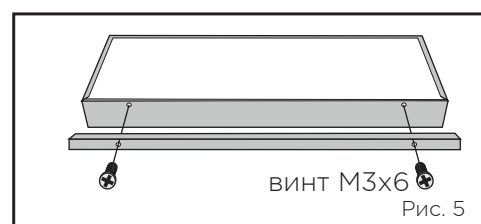

Рис. 5
- Для монтажа и подключения светильников ССВ в корпусе "УНИВЕРСАЛ" необходимо (рис.5):